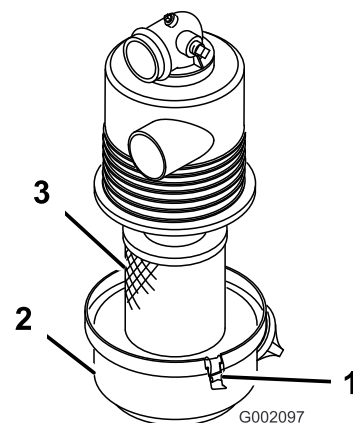

Bild 17
1. Prüfen Sie das Luftfiltergehäuse auf Beschädigungen, die eventuell zu einem Luftleck führen können. Stellen Sie sicher, dass die Abdeckung den gesamten Luftfilterkörper einwandfrei abdichtet (Bild 17).
2. Lösen Sie die Riegel, mit denen die Abdeckung des Luftfilters am Luftfiltergehäuse befestigt ist (Bild 17).
3. Nehmen Sie die Luftfilterabdeckung vom Luftfiltergehäuse ab und reinigen Sie die Innenseite der Abdeckung (Bild 17).
3. Setzen Sie den Luftfiltereinsatz in das Luftfiltergehäuse ein (Bild 17).
4. Fluchten Sie die Luftfilterabdeckung mit dem Luftfiltergehäuse aus (Bild 17).
5. Befestigen Sie die Abdeckung mit den Laschen am Gehäuse (Bild 17).